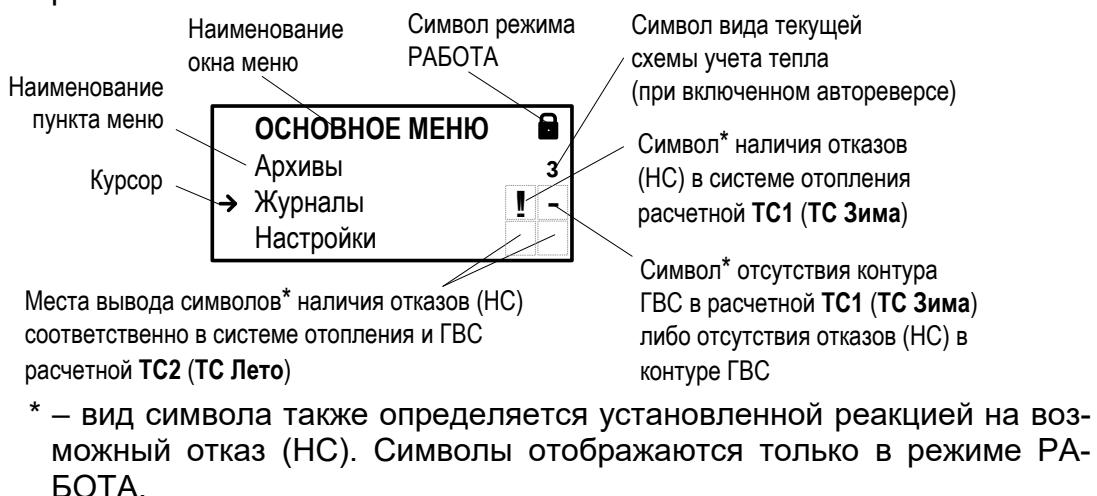

Рис.5. Вид окна индикации тепловычислителя.
6.2.2.1. Возможный вид окна индикации **ОСНОВНОГО МЕНЮ** показан на рис.5.
6.2.3.1. На правой границе окна индикации (рис.5) могут отображаться следующие информационные символы: